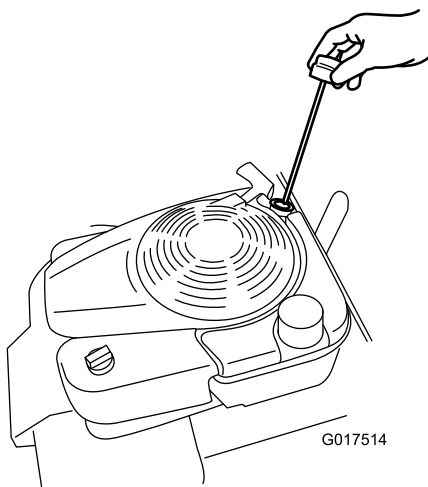

Figura 34
8. Rimuovete l'asta di livello (Figura 34) e versate nel tubo di riempimento una quantità d'olio pari a circa 3/4 della capacità del carter.